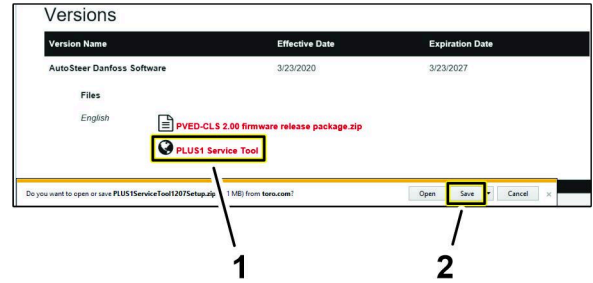

Figure 18
7. Sur la page Informations sur les documents, cliquez sur le lien hypertexte Outil de service Plus1 (Figure 18).
8. Cliquez sur le bouton Sauvegarder (Figure 18).